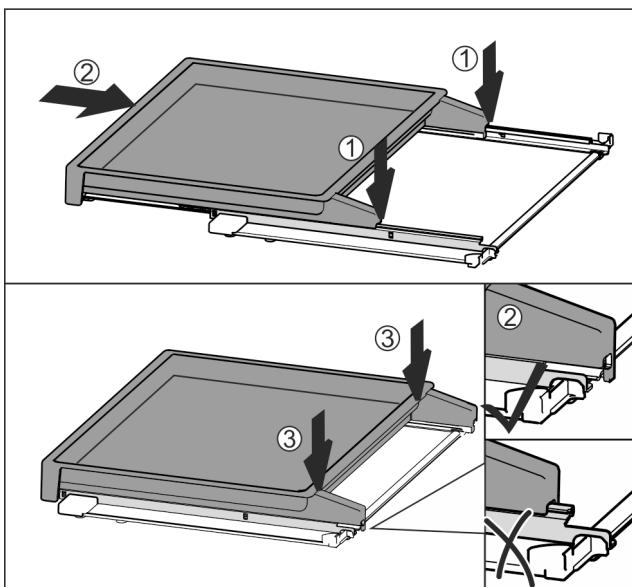

Fig. 44
- Stavite ga na sredinu vodilica Fig. 44 (1).
► Izvlačni pretinac pogurnite do kraja Fig. 44 (2).
► Pritisnite ga na stražnjoj strani tako da se čujno uglavi Fig. 44 (3).